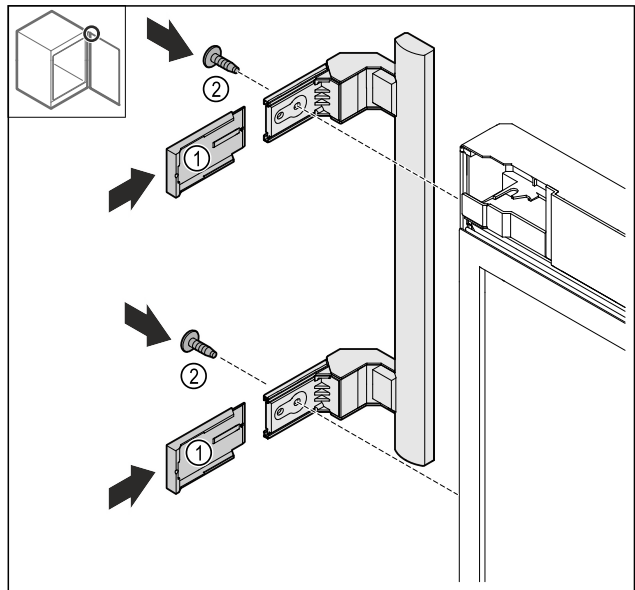

Fig. 25
- ▶ Нахлузете капците Fig. 25 (1).